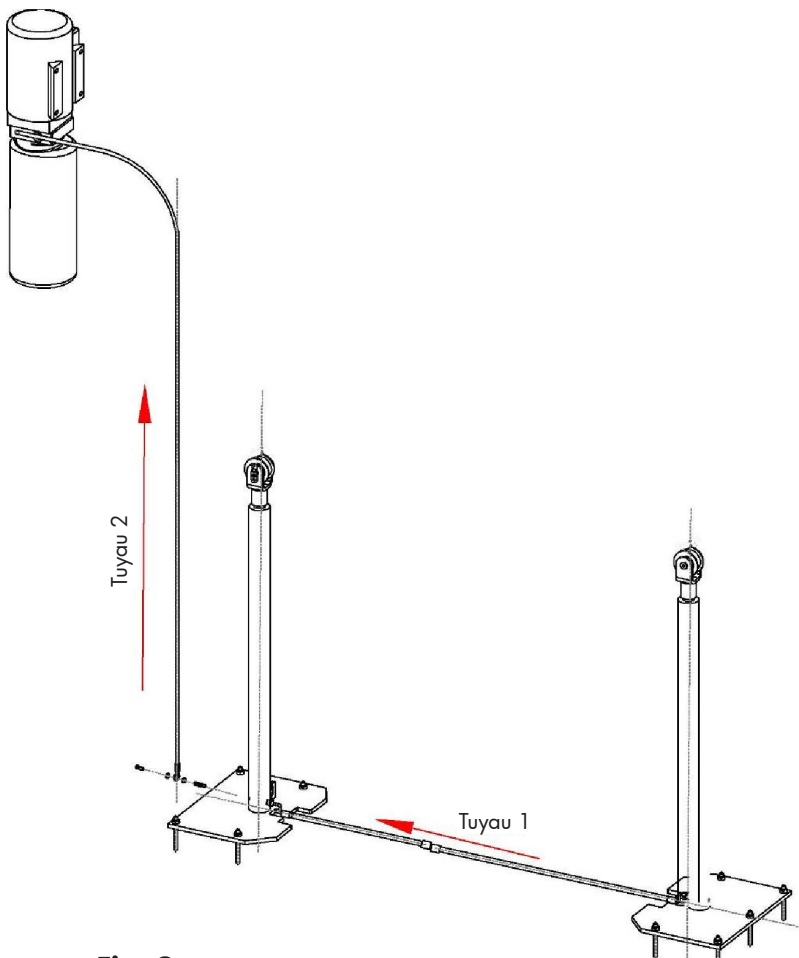

Fig. 9
9. Branchez les tuyaux d'huile suivant le schéma (**fig. 9**).